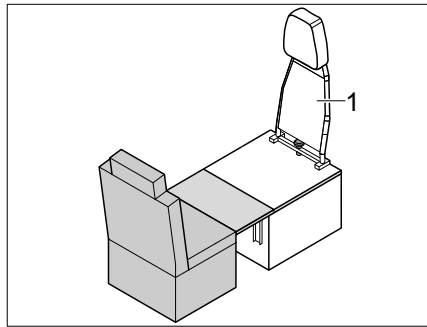

Bild 213 Umbau Fahrbetrieb - Schlafbetrieb
- Rückenlehne (Bild 213,1) von Einzelsitz abbauen (siehe Kapitel 7.17.8).